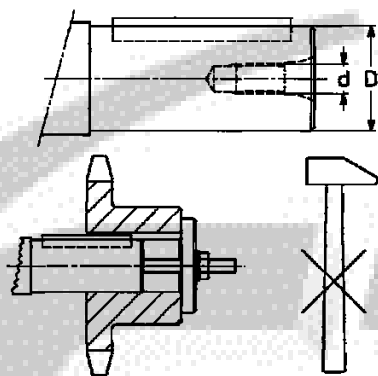

Fig. 2
**¡Atención!** El montaje y el desmontaje se efectúan con la ayuda de **tirantes y extractores** sirviéndose del taladro roscado con cabeza del extremo del árbol (ver tabla en Fig. 2), evitando choques y golpes que podrían **dañar irremediablemente los rodamientos, anillos elásticos** u otras partes; para los acoplamientos H7/m6 y K7/j6 es aconsejable efectuar el montaje en caliente, calentando el órgano a ensamblar a 80 ± 100 °C.